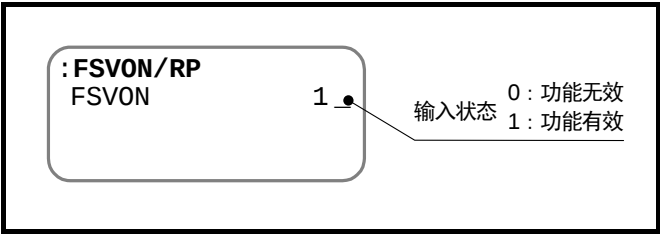

图 7-26：功能监视的显示示例
- 例如，在「图 7-26：功能监视器的显示示例」的示例中，监视 **SVON：伺服 ON** 的输入状态。假设 **SVON** 输入为 **B** 接点时，通过显示「1」表示伺服 **ON** 输入有效。